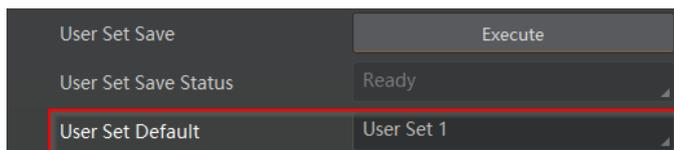

图7-17 设置默认启动参数
- 设置默认启动参数：通过 *User Set Default* 参数下拉选择相机上电时默认启动的参数，如图 7-17 所示。